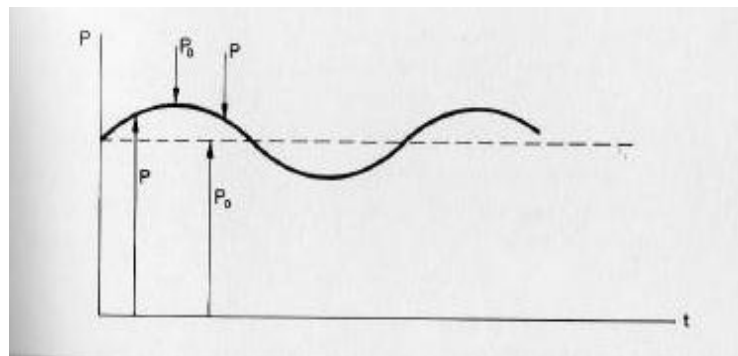

Figura 2.1. Presión estática, sobre presión sonora y presión total.
Es la fuerza aplicada por unidad de superficie. La presión sonora (P), llamada también sobrepresión o presión incremental, equivale a pequeñísimas variaciones de la presión atmosférica en reposo (P_0) y la sobrepresión (P). La presión P, es la suma de la presión en reposo P_0 y la sobre presión (P) y tiene como unidad de medida en el sistema MKS el pascal (Pa), (**Ver figura 2.1**).